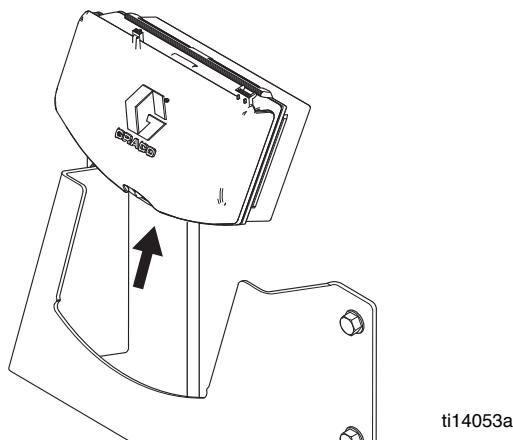

Рис. 3. Удалите DataTrak
2. Удалите DataTrak модуль со скобы. См. Рис. 3